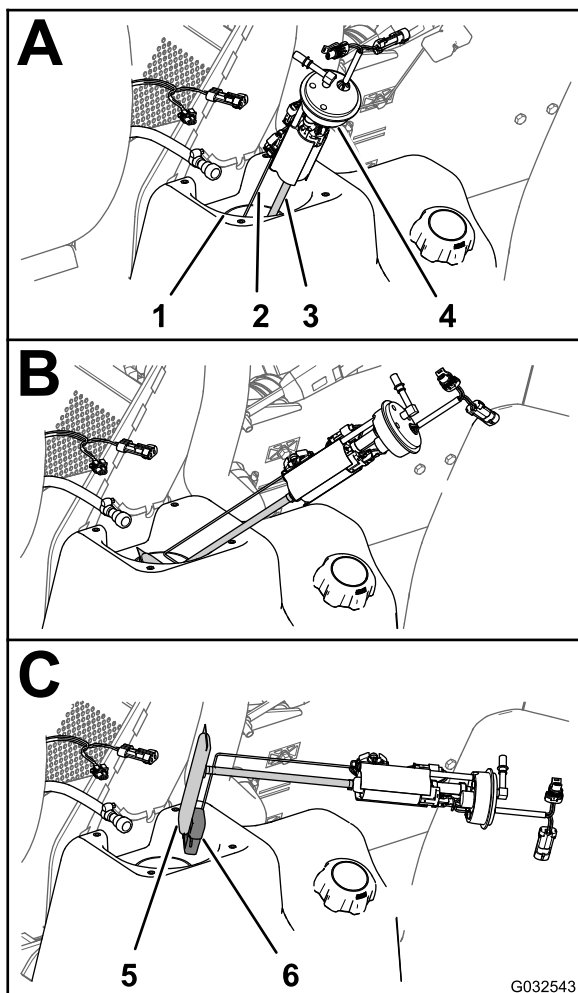
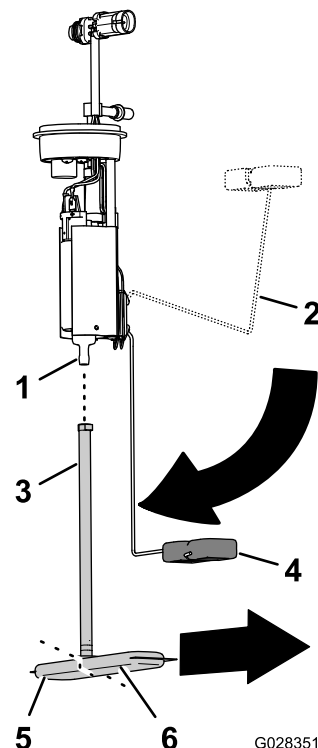

Figura 82
Figura 83
4. Ridicați cu atenție i rotii pompa de combustibil/unitatea de trimitere din gâtul rezervorului de combustibil (Figura 82).
1. Îndepărtați tubul de colectare al filtrului de combustibil de la fittingul pompei de combustibil (Figura 83).
2. Aliniați tubul de colectare al filtrului de combustibil nou cu fittingul pompei de combustibil (Figura 83).
3. Aliniați piciorul lung al filtrului de combustibil cu flotorul atunci când braul flotorului se află în poziția gol (Figura 83).
4. Introduceți fittingul pompei de combustibil în tubul colector până când fittingul este aezat complet (Figura 83).
1. Sprijinii braul flotorului i tubul colector împreună i glisai flotorul i filtrul de combustibil în orificiul din rezervorul de combustibil (Figura 82).
2. Aezai pompa de combustibil/unitatea de trimitere în orificiul din rezervor (Figura 82 i Figura 83).
3. Instalai garnitura i piulia peste pompa de combustibil/unitatea de trimitere i la nivelul gâtului rezervorului de combustibil i strângeți manual piulia (Figura 82).
4. Conectați cuplajul de la nivelul furtunului de combustibil la fittingul pompei de combustibil (Figura 82).
5. Conectați conectorul cu 2 mufe al fasciculului de cabluri al mainii la conectorul cu 2 pini al pompei de combustibil/unității de trimitere; Conectați conectorul cu 2 pini al fasciculului de cabluri al mainii la conectorul cu 2 mufe al pompei de combustibil/unității de trimitere (Figura 82).